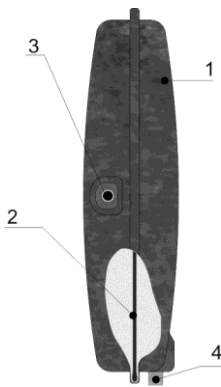

Рис. 1.
Экспансомат состоит из (см. рис.1): корпуса (1), выполненного из листовой оцинкованной с двух сторон стали, несъемной мембраны диафрагменного типа (2), ниппеля для закачки воздуха (3), штуцера (4) для подключения к системе отопления.
После подключения экспансомата - к системе отопления необходимо проверить давление воздуха в нем, подключив манометр к воздушному ниппелю (поз. 3 рис.1). Давление должно соответствовать значениям в табл. 1. При необходимости давление устанавливается с помощью автомобильного насоса. Далее система отопления заполняется водой (теплоносителем). Для оптимального удаления скапливающегося в процессе эксплуатации воздуха при разветвленной системе водоснабжения (отопления) требуется установка дополнительных воздухоудалительных клапанов.